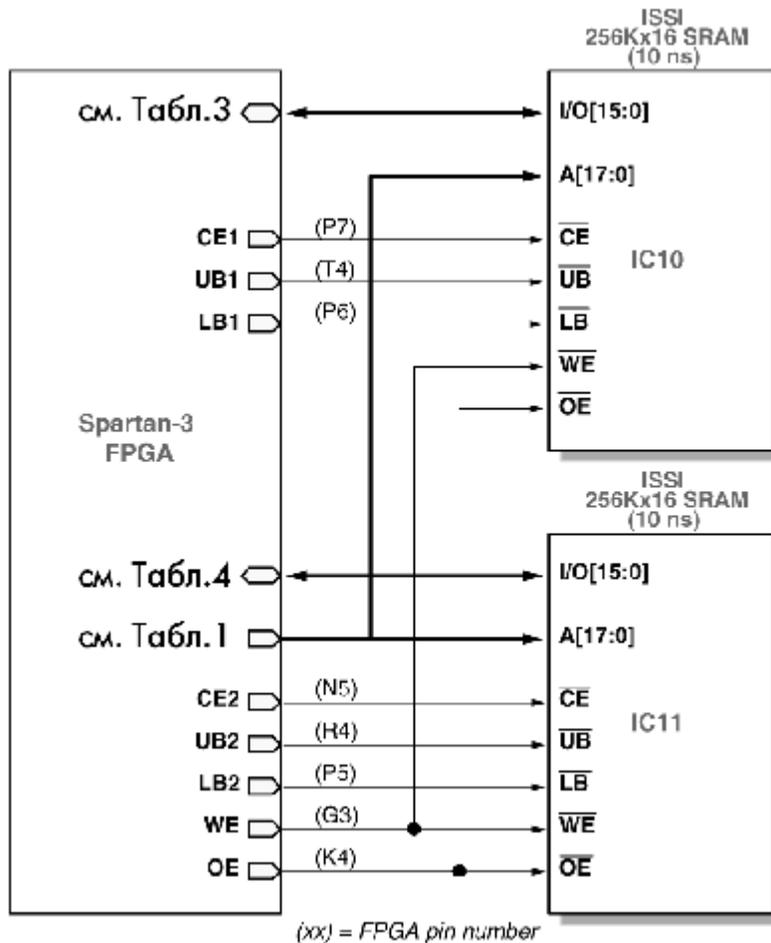

Рис. 2. Подключение быстрой асинхронной памяти к XC3S200FT256
Начнем с быстрой асинхронной памяти. Быстрая память представлена двумя микросхемами, расположенными на оборотной стороне платы S3SK. Каждая микросхема представляет собой массив из 256 К 16-разрядных ячеек. Обе микросхемы памяти объединены общими сигналами разрешения записи (Write Enable, WE), разрешения чтения (Output Enable, OE) и общей шиной адреса (A[17:0]) (рис. 2). При этом каждая микросхема имеет отдельный сигнал выбора микросхемы (Chip Enable, CE), выбора старшего (UB) или младшего (LB) байта 16-разрядной ячейки памяти.
Подключение шины данных микросхемы IC10 (рис. 2) к выводам FPGA
Подключение шины данных микросхемы IC11 (рис. 2) к выводам FPGA